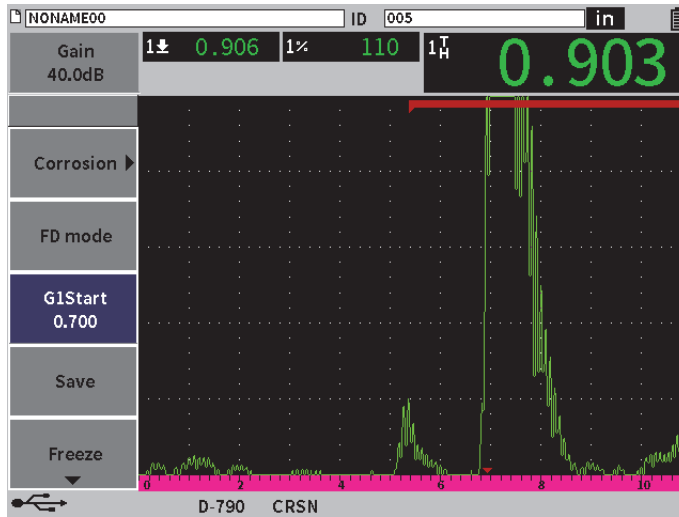

Abbildung 11-40 Richtig aufgezeichnete Messung
- ◆ Wählen Sie **G1Start** in der seitlichen Menüleiste aus und drehen Sie den Drehknopf, um die Startposition von Blende 1 zu erhöhen oder zu verringern, bis die Messung richtig aufgezeichnet wird (siehe Abbildung 11-40 auf Seite 230).